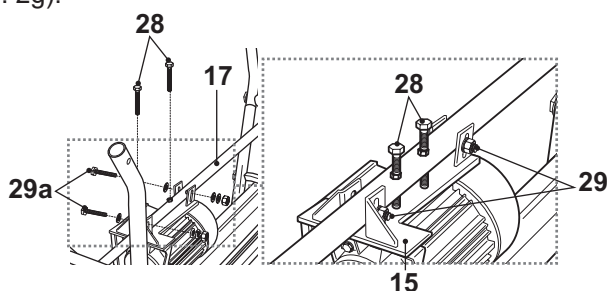

Fig. 2g
- > Fixez la barre transversale [17] avec le chariot [15] et le moteur [13] à l'aide des kits de montage [29] et des boulons [28] (Fig. 2g).